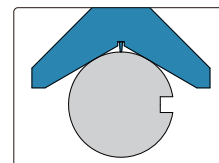

fig.1
---Placez la surface en V du comparateur sur le bord cylindrique complet de la pièce testée (fig. 1).